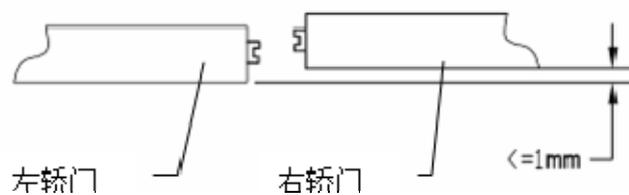

图 12
- ③ 调节下靠轮与导轨的间隙，要求是下靠轮与导轨贴紧，挂板运行时，下靠轮明显转动。调整两块快门板之前的水平度，偏差 $\leq 1\text{mm}$ 。见图 12